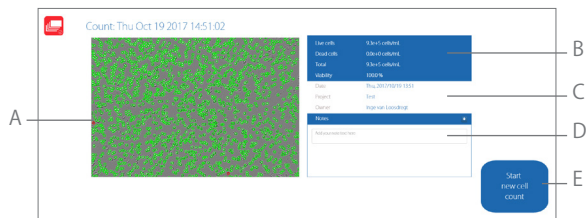

図19. 結果ページの概要
3. CytoSMART™ Cloud Appが画像を解析し、結果を表示します。解析済みの画像 (図19) には、緑と赤の円 (A) が表示されています。緑の円は生細胞、赤の円は死細胞を表しています。画像の横に、生/死細胞の数 (B) が、実験データ (C) とともに表示されています。
4. このウィンドウで、注釈 (D) を追加することもできます。これらはすべて、CytoSMART™ Connect環境に反映されます。
5. さらにセルカウントを実行するには、Start new cell count (新しいセルカウントを実行) (E) をクリックします。